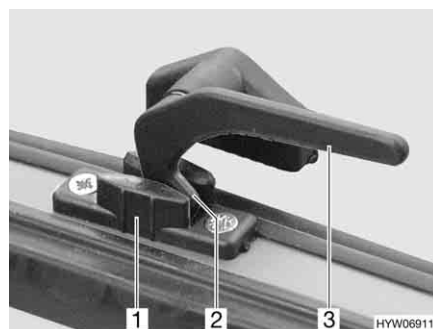

Bild 57 Verriegelungshebel in Stellung "Dauerbelüftung"
- in Stellung "Dauerbelüftung" (Bild 57)
- Den Verriegelungshebel (Bild 57,3) eine viertel Umdrehung zur Fenstermitte hin drehen.
- Den Verriegelungshebel eine viertel Umdrehung zum Fensterrahmen hin drehen. Die Verriegelungsnase (Bild 57,2) dabei in die Ausparung der Fensterverriegelung (Bild 57,1) einfahren.